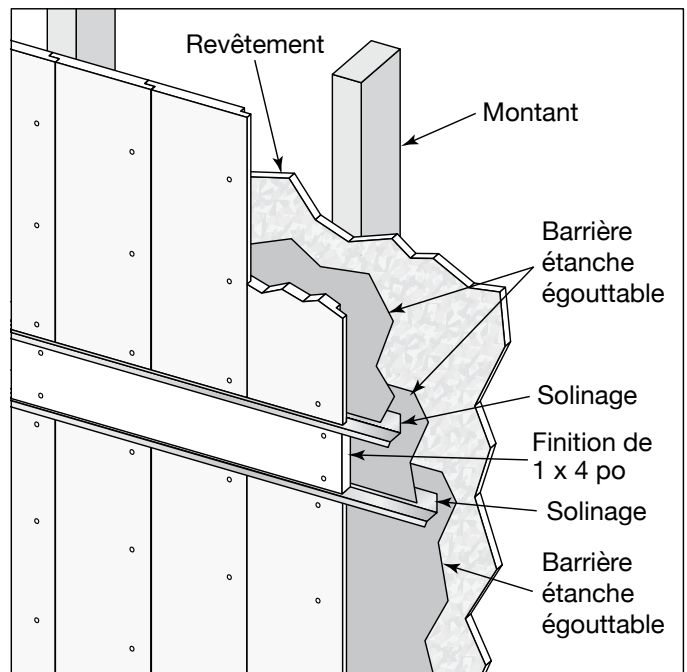

Fig. 6
- Dans les situations où la hauteur de la maison requiert plus d'une planche de bardage installée verticalement, créez un joint de finition de type « bande centrale » avec une pièce de finition de 1 po x 4 po, 1 po x 6 po ou 1 x 8 po (selon la préférence) et solinage z par-dessus en en-dessous (**Fig. 6**).